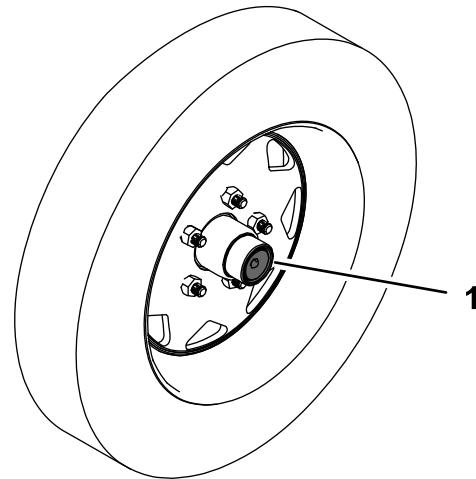
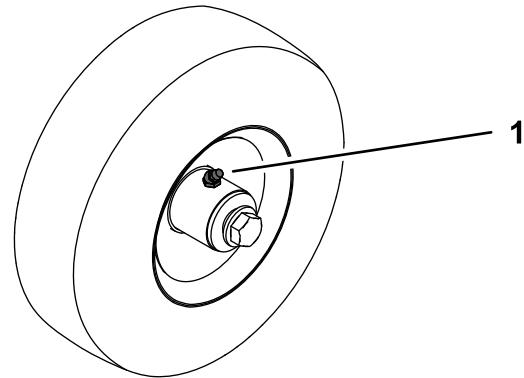

Figure 20
Figure 21
2. Raccordez un pistolet de graissage aux graisseurs et injectez de la graisse dans les graisseurs sur l'essieu (Figure 20) et les roulettes (Figure 21) jusqu'à ce qu'elle commence à suinter des roulements.
3. Remettez les obturateurs en caoutchouc en place (Figure 20).
1. Retirez les obturateurs en caoutchouc de l'essieu (Figure 20).